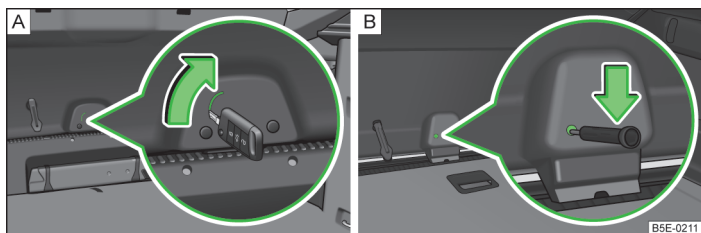

Fig. 203 Descuierea de urgență: Octavia / Octavia Combi
- > Introduceți cheia în fanta din capitonaj, până la capăt » fig. 203 - [A].
- > Introduceți o șurubelniță sau o altă sculă asemănătoare, în orificiul din capitonaj, până la limită » fig. 203 - [B].